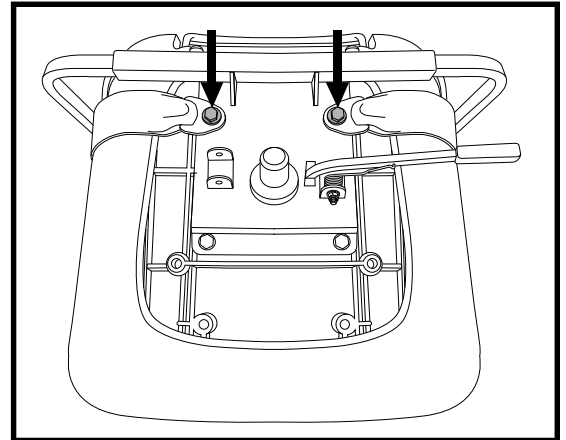

Abb. 14. Befestigungsschrauben des Rückhalteturses
Der Hebel zur Verstellung der Sitzrotation befindet sich an der rechten Seite des Sitzrahmens und fixiert den Sitz in den unterschiedlichen Positionen. **Siehe Abb. 14.**
HINWEIS: Montieren Sie die Sattelstütze nicht im oberen Loch mit dem gefederten Sitz. Siehe Abbildung 14. Andernfalls wird die gefederte Sattelstütze funktionsunfähig.
Ihr Fahrzeug ist mit einem KFZ-typischen Rückhaltetur ausstattet, der dem Benutzer angepaßt werden kann. **Siehe Abb. 14.** Der Rückhaltetur wurde konzipiert, um ein Auf- oder Abwärtsrutschen des Fahrers zu verhindern. Der Rückhaltetur ist nicht als Rückhaltesystem entwickelt worden.
2. Sitz umdrehen, um die Unterseite einzusehen. **Siehe Abb. 14.**